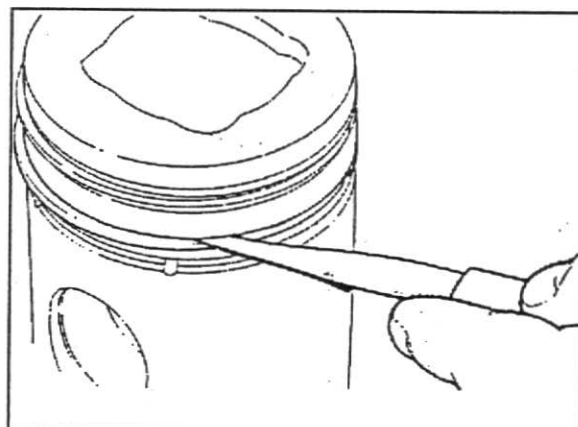

Fig. 4
2. Monte o anel novo e examine a sua folga lateral no canaleta. Se for superior ao indicado a seguir, o êmbolo deve ser substituído, fig.4.